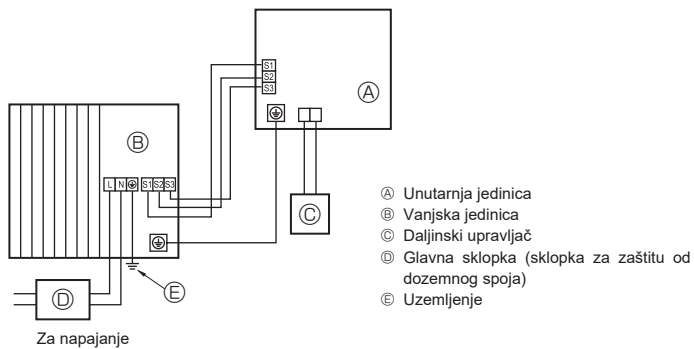
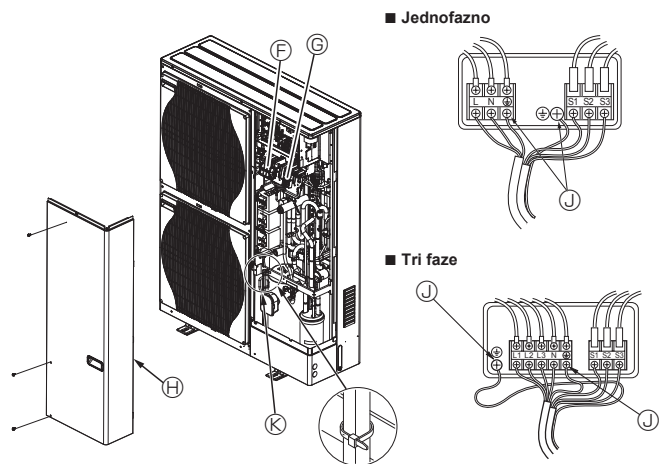

Fig. 5-1
Fig. 5-2
### 5.1. Vanjska jedinica (Fig. 5-1, Fig. 5-2)
- ① Uklonite servisnu ploču.
- ② Izvedite ožičenje kabela sukladno slikama Fig. 5-1 i Fig. 5-2.